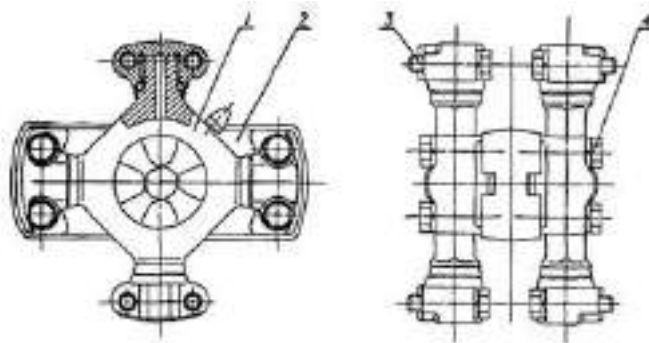

Рис. 5-9
5.3 Универсальное соединение (Рис. 5-9)